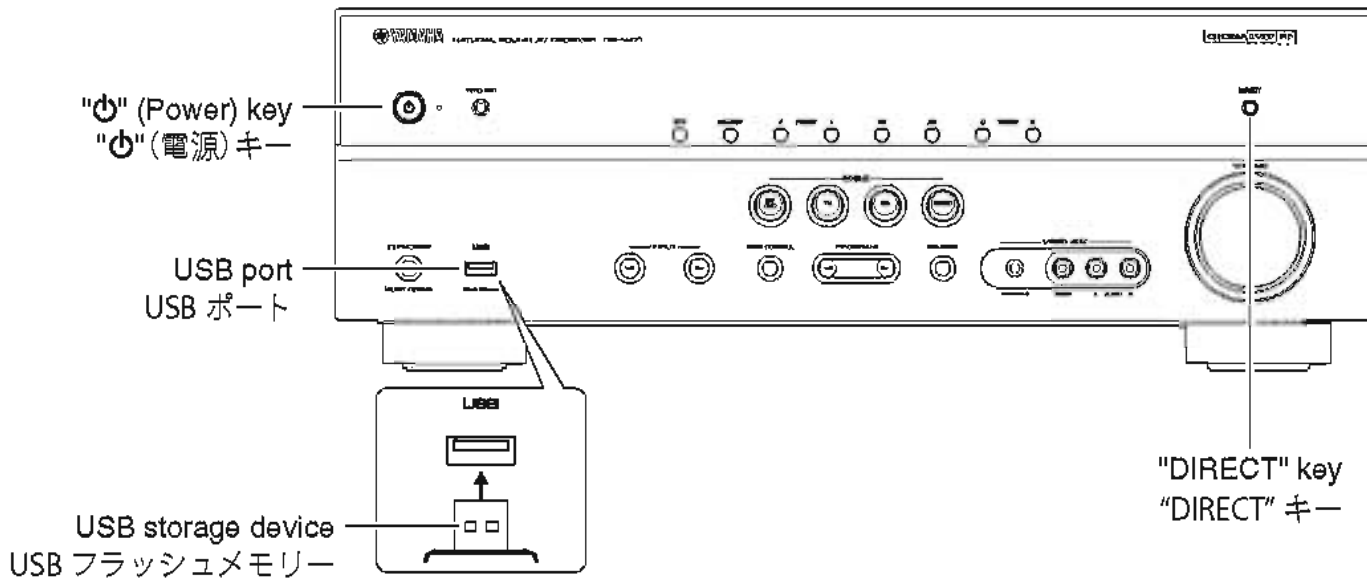

Fig. 1
1. Insert the USB storage device to the USB port. (Fig. 1)
2. While pressing the "DIRECT" key, connect the power cable to the AC outlet. (Fig. 1)
1. USB ポートに USB フラッシュメモリーを差し込みます。(Fig.1)
2. "DIRECT" キーを押しながら、電源コードを AC コンセントに接続します。(Fig.1)
5. Press the "⏻" (Power) key to turn off the power. (Fig. 1)
6. Remove the USB storage device from the USB port. (Fig. 1)
5. "⏻" (電源) キーを押して電源を切ります。(Fig.1)
6. USB ポートから USB フラッシュメモリーを抜きます。(Fig.1)